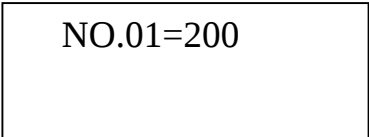

图 24
- (2) 按数字键“0”，显示图 24。图中 NO.01 代表第 1 个参数，200 代表第 1 个参数值是 200。
显示图 24 时，按控制器前面板上的“7”或“1”键选择第 11 个参数(即 NO. 11)，然后按四. 1 中(4)步将其修改为自己的站地址，然后按四. 1 中(6)步存贮。
ELAQ 的参数一定要按照本说明书的要求设置。如果由于某种原因导致参数不当，可以按下任何键后按一下复位键装载 ELQA 参数的缺省值。复位后自适应控制器显示图 27，按任意键显示图 28，再按任意键后装入参数缺省值，显示图 24，进入 ELQA 参数设置过程。